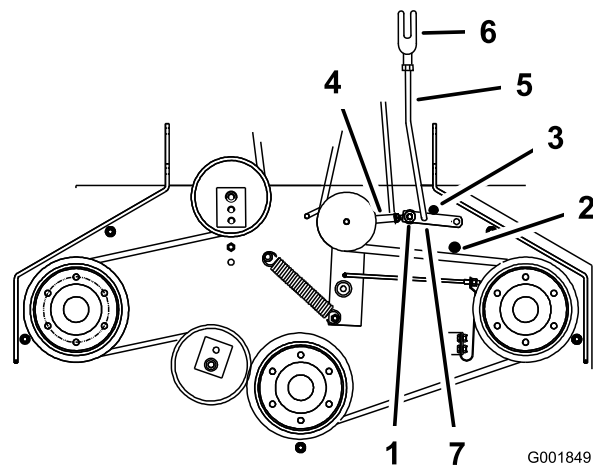

Figura 52
5. Asegúrese de que el brazo está en contacto con el tope trasero del brazo de la plataforma (Figura 52).
7. El brazo debe entrar en contacto con el tope delantero del brazo de la plataforma. Si no lo hace, la palanca acodada debe acercarse más al refuerzo (Figura 52).
8. Para ajustar el acoplamiento del brazo, retire el pasador de horquilla del brazo (Figura 52).
11. Instale el acoplamiento en el brazo y sujételo con el pasador de horquilla (Figura 52).